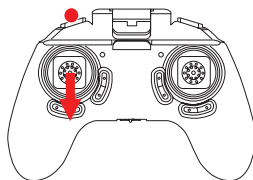

Figure 5: Atterrissage
- 8. Arrêt d'urgence:** En cas crash, collision ou perte de contrôle du drone veuillez utiliser la fonction d'urgence (Figure 5).